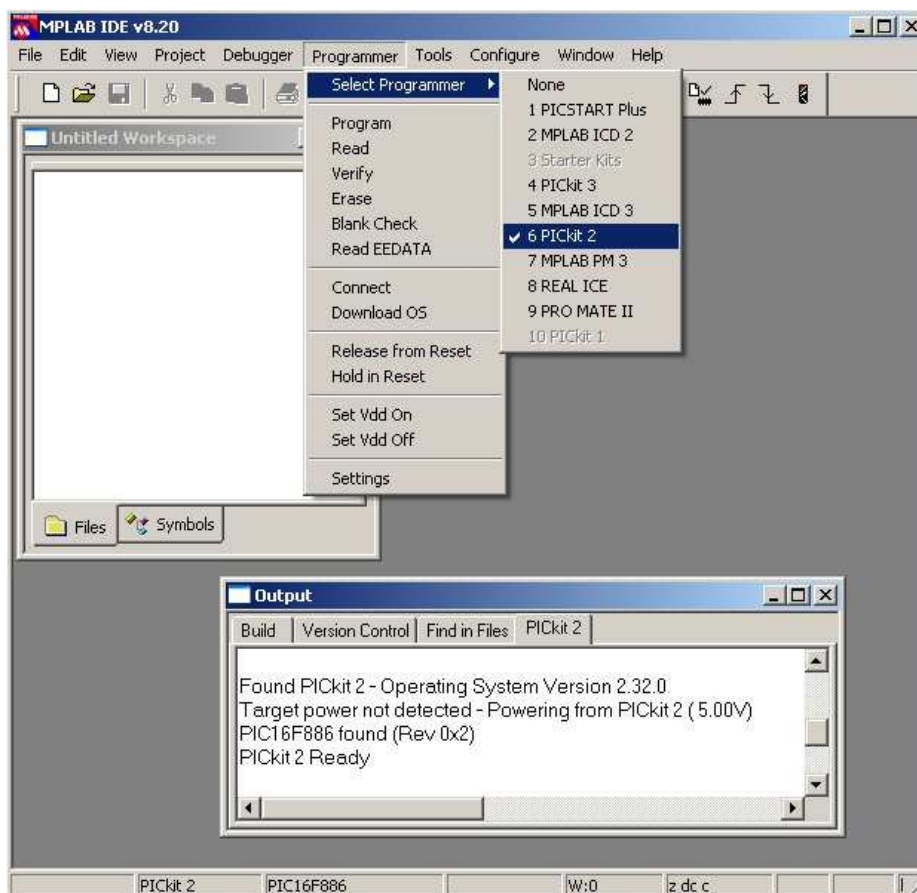

Рисунок 4.7
1. В меню **Debugger** → **Select Tool** → **PICKit 2** выберете **PICKit2** в качестве отладочного средства (рис.4.7), в строке состояния и меню появятся дополнительные пункты и информация в соответствии с выбранным отладчиком.